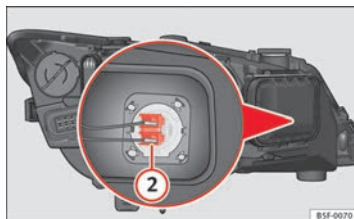

Fig. 186 Lámpara luz de carretera
- Presione lateralmente el conector ⇒ fig. 186 (2) hacia izquierda o derecha y tire.